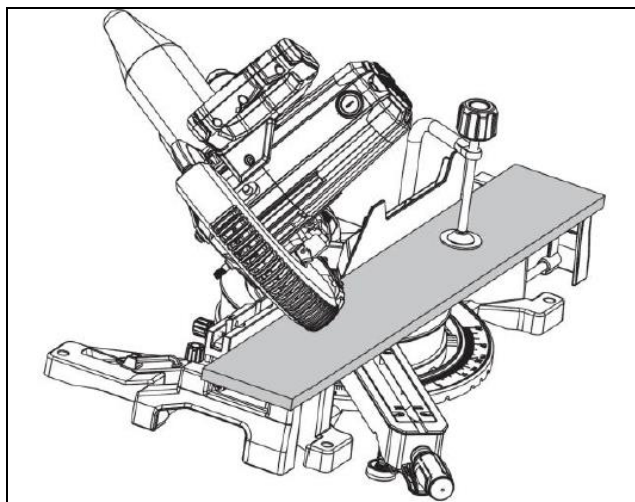

Рисунок 25a
5.8 Сложный рез (Рис. 25a-25b)